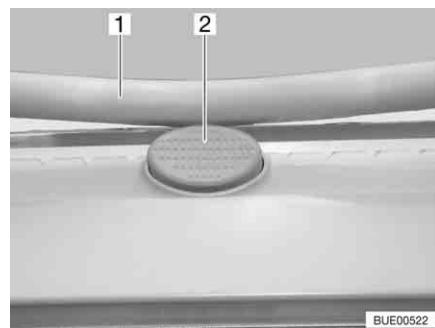

Fig. 60 Bottone di sicurezza sull'oblò Heki
Apertura: ■ Premere il bottone di sicurezza (Fig. 60,2) e tirare verso il basso la staffa (Fig. 60,1) con entrambe le mani.
■ Premere la staffa verso l'alto con ambedue le mani, finché la staffa non poggia al di sopra del bottone di sicurezza (Fig. 60,2).
■ Premere il bottone di sicurezza (Fig. 60,2) e tirare verso il basso la staffa (Fig. 60,1) con entrambe le mani.